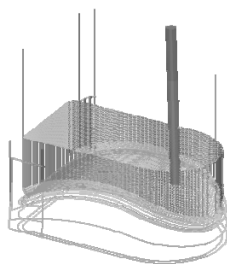

图 5-66 线框仿真加工
3) 直接单击左键，系统便开始线框仿真，如图 5-66 所示。